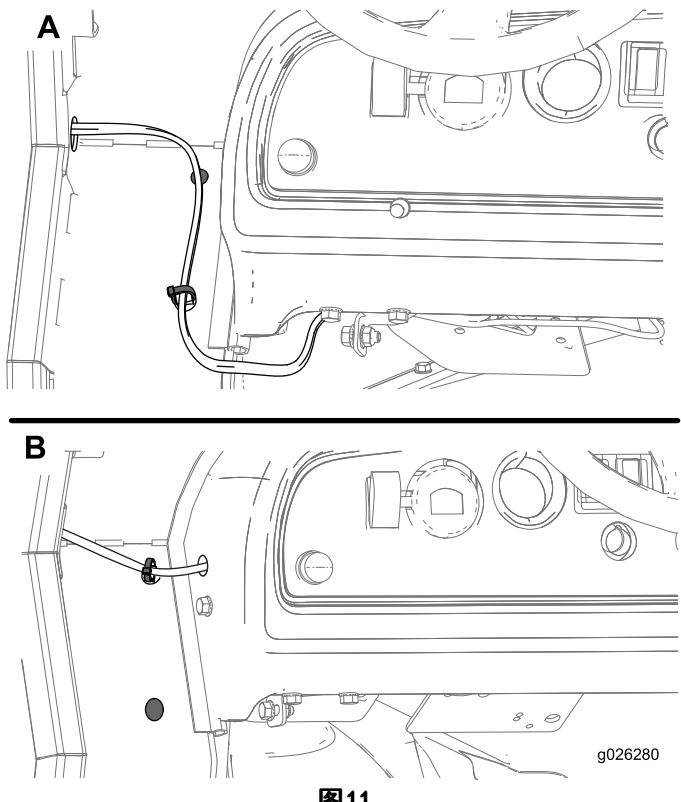

图11
- 将线束布置在控制面板下方（图11 的 A 框）。将线束夹装在侧板下方的孔中，将插头装在上方的孔中。
- 在控制台上钻一个孔，将线束夹装在侧板上方的孔中，将插头装在下方的孔中（图11 的 B 框）。